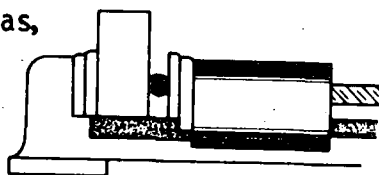

Fig. 1
- 1) Utilize para a montagem da peça, se for necessário, lementos de fixação auxiliares como cunhas, roletes, ou suplementos (fig. 1).
- 2) A superfície de referência deve apoiar-se no mordente fixo (fig.1).